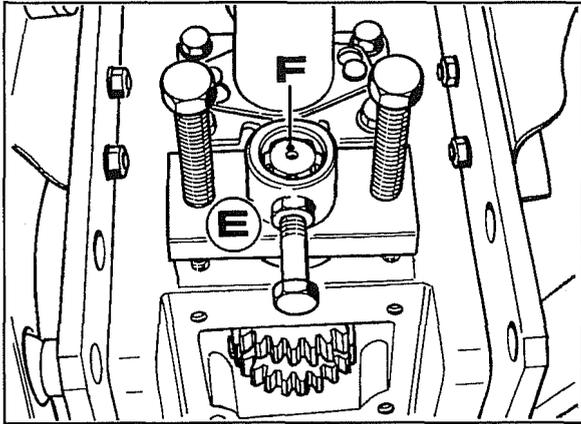

Abb. 3
4. Mit dem Schalthebel neben dem Hebel der Handbremse die synchronisierte Zapfwelle einrücken, dann unter Benutzung des Werkzeugs **E** Abb. 3 die Welle **F** der synchronisierten Zapfwelle herausziehen.